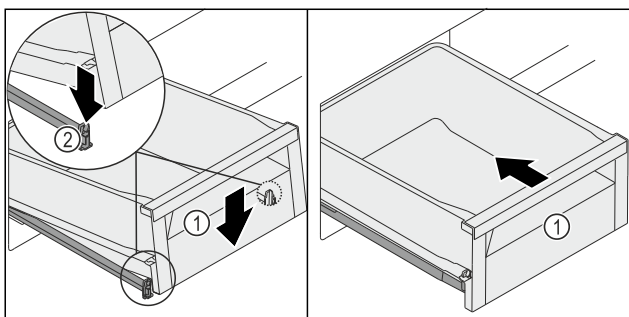

Fig. 137
- Abaisser l'avant du tiroir Fig. 137 (1) de manière à insérer le tiroir dans les languettes Fig. 137 (2) à gauche et à droite.
- Vous entendrez le tiroir Fig. 137 (1) s'enclencher.
- Pousser le tiroir Fig. 137 (1).